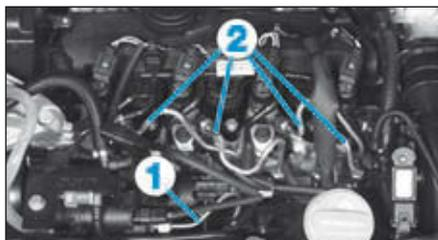

FIG.40
- la canalisation haute pression (1) entre la pompe haute pression et la rampe d'injection (Fig.40),
- les canalisations haute pression (2) entre la rampe injection et les injecteurs.